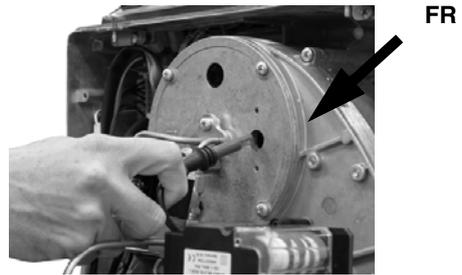

Fig. 42
- Sfilare la fotoresistenza **FR** dalla sua sede (Fig. 42).